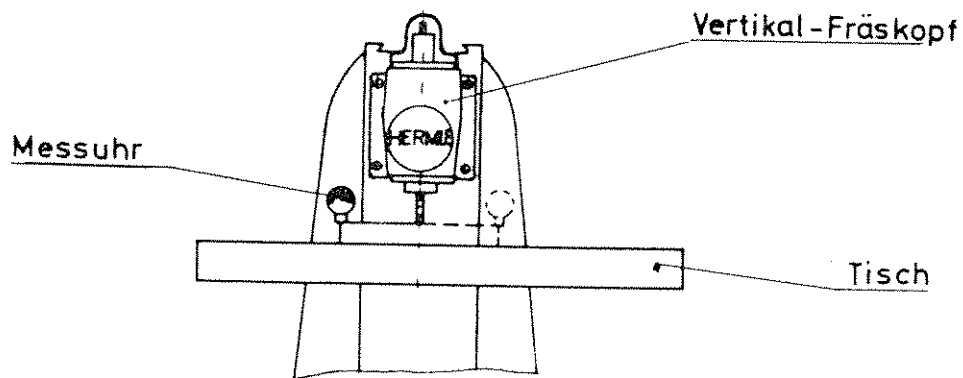

Bild 6
- 2.) Messuhrhalter mit Messuhr in Spindel einspannen und Tischoberfläche durch Verstellen des Vertikalfräskopfes auskreiseln bis Uhr auf beiden Seiten 0 anzeigt. Siehe Bild 6